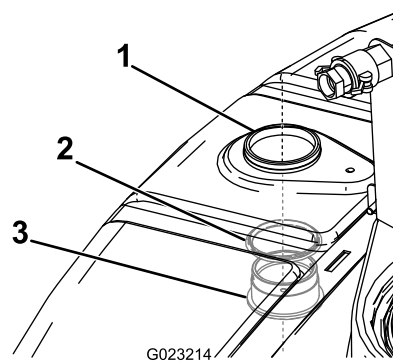

Рисунок 14
2. Установите переходной штуцер и уплотнительное кольцо вверх изнутри бака через ранее просверленное отверстие (Рисунок 14).